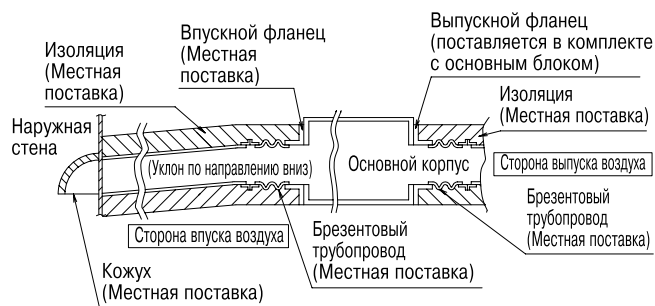

Рис. 14
- Подключите трубопровод (местная поставка), как показано ниже. (См. рис. 14)